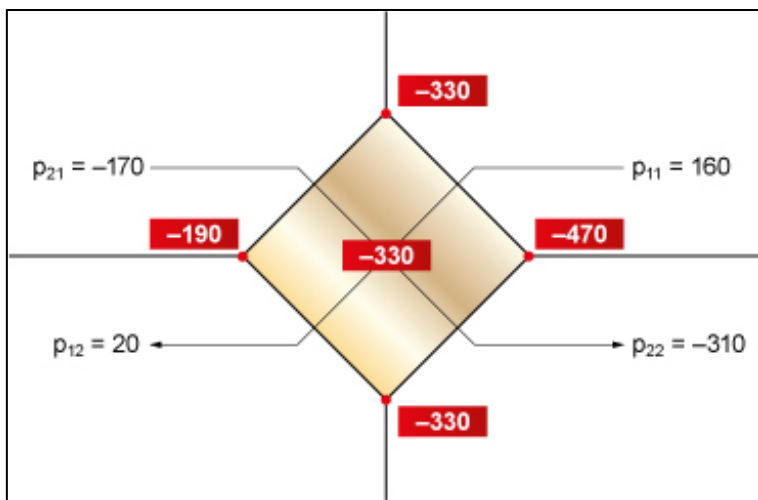

Bild 2: Der lokale Differenzdruck hängt vom eigenen Druckverlust ab
Bevor die Ergebnisse diskutiert werden, ist es wichtig zu erkennen, dass der Differenz-druck im Kreuzströmer nicht konstant ist; er ändert sich mit der Durchströmung durch den eigenen Druckverlust. Bild 2 zeigt dies exemplarisch für die – vor allem in Deutschland viel eingesetzte – Variante a:
- Mit dem zulässigen Grenzwert dürfen noch keine plastischen Verformungen auftreten; eine Sicherheitsmarge ist notwendig. Bezugsgrösse bei diesem Kriterium ist der maximale Differenzdruck und nicht (wie sonst) der Mittelwert! (s. Bild 2)